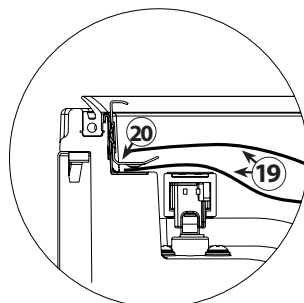

Abb. 1
5. Legen Sie den Beutel (19) so ein, dass sich die Fixierung (20) in der Mitte der geöffneten Seite des Beutels befindet. Ein Beutelende muss oberhalb der Fixierung (20) sein und das andere darunter, damit die Luft vollständig aus dem Beutel gesogen werden kann. (Abb. 1)
7. Legen Sie den Beutel (19) so ein, dass sich die Fixierung (20) in der Mitte der geöffneten Seite des Beutels befindet. Ein Beutelende muss oberhalb der Fixierung (20) sein und das andere darunter, damit die Luft vollständig aus dem Beutel gesogen werden kann. (Abb. 1)